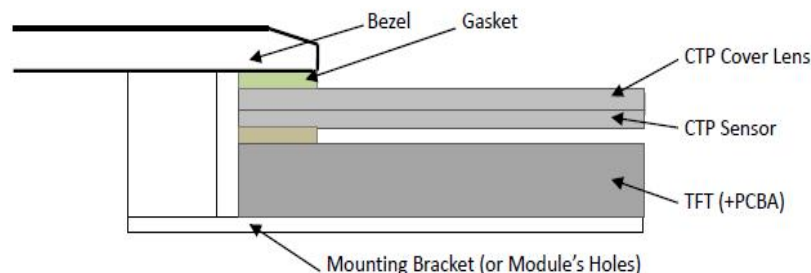

Figure 1
8.1 Bezel Mounting (Figure 1)
8.1 面框安装（附图 1）